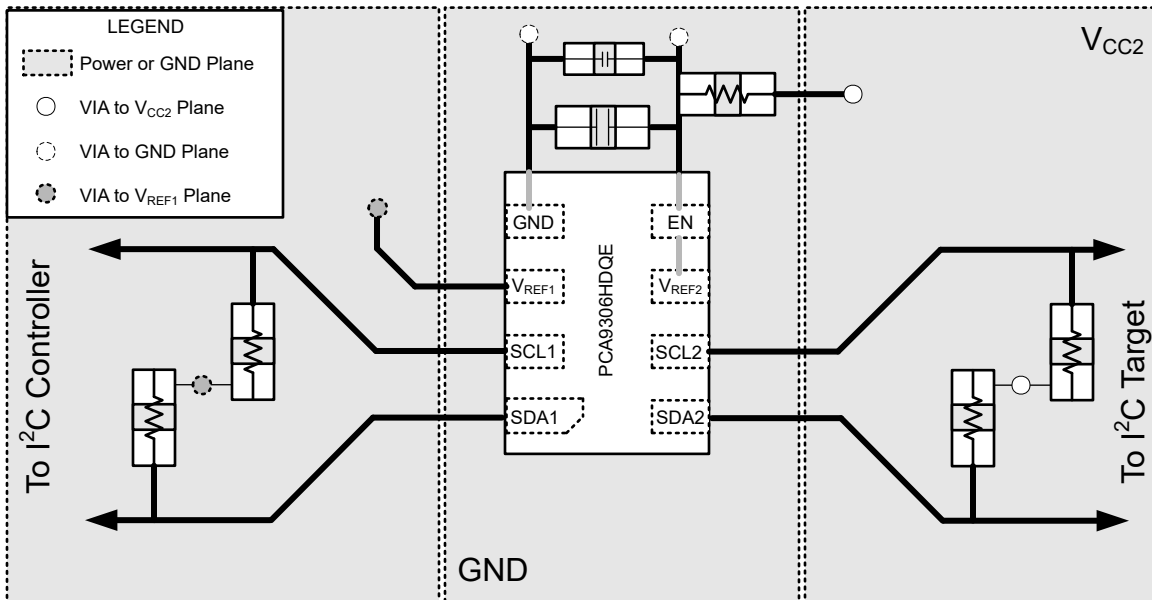

图 8-5. PCA9306H 布局示例
在所有 PCB 布局中，最佳实践是避免信号布线呈直角，在离开集成电路 (IC) 附近时让信号布线呈扇形彼此散开，并使用较粗的布线来承载通常会经过电源和接地布线的更大电流。100pF 滤波自举电容器必须尽可能靠近 V_{REF2} 放置。也可以使用更大的去耦电容器，但两个电容器和 200k Ω 电阻器的更长时间常数会导致 PCA9306H 器件的导通和关断时间更长。图 8-5 中显示了这些最佳实践。
对于图 8-5 中提供的布局示例，可以将顶层用于信号布线，将底层用作电源 (V_{CC}) 和接地 (GND) 的分割平面，从而打造只有两层的 PCB。然而，对于具有更高密度信号布线的电路板，最好使用四层电路板。在四层 PCB 上，通常在顶层和底层上进行信号布线，将一个内部层专门用作接地平面，并将另一个内部层专门用作电源平面。在使用平面或分离平面供电和接地的电路板布局布线中，过孔直接放置在表面贴装元件焊盘旁边，该焊盘必须连接到 V_{CC} 或 GND，而过孔以电气方式连接到电路板的内层或另一侧。当信号布线必须路由到电路板的另一侧时，也使用过孔，但图 8-5 中未演示此技术。